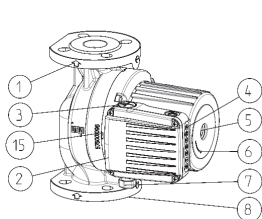
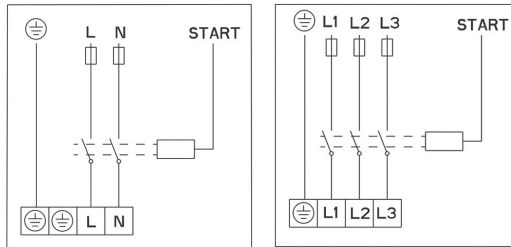

Fig.1
Fig. 3
- Pompa trebuie să fie montată în sistemul de conducte cu axa pompei 1-1 în poziție orizontală (Fig. 3).
- Direcția debitului de apă din pompă trebuie să se potrivească cu direcția indicată de săgeata de pe carcasa pompei (Fig.1-POS.1).
- Flanșele de racord sunt proiectate pentru presiunea nominală NP 6/10 (Fig.1 – POS.8)
- Pompele GHN (basic, auto), GHNM (basic, auto) au o singură carcasă hidraulică (Fig.1 – POS.8).
Carcasa hidraulică a pompei poate fi izolată numai până la fanta dintre motor și carcasa hidraulică. Deschiderile pentru scurgerea condensului trebuie să rămână neacoperite pentru a permite drenarea din carcasa statorului. În mod similar, aceleași deschideri trebuie să fie descoperite și la sistemele de încălzire, când se va efectua numai izolarea termică a carcasei hidraulice (Fig. 1, 2, POS. 15). Carcasa motorului electric, pe care sunt dispuse deschiderile pentru drenarea condensului, nu trebuie să fie izolată în nici un caz!
Cablajul trebuie conectat prin intermediul unei presetupe de cablu M20 (Fig.1 – POS.7).
Conexiunile electrice ale pompei trebuie efectuate în conformitate cu diagrama de conexiuni (Fig. 3) atașată pe spatele capacului motorului. Înainte de a face acest lucru, desfaceți capacul superior (Fig.1 - POS. 2).
La pompele de tip GHN (basic, auto), GHND (basic, auto), GHNMD (basic, auto), GHNMD (basic, auto) rotorul este imersat și dotat cu lagăre speciale gresate cu apă. Înainte de a pune pompa în funcțiune, aceasta trebuie umplută cu apă și dezaerată. Dezaerați pompa prin desfacerea șurubului de la spatele motorului electric (Fig.1-POS.5). Aerul va ieși prin fanta dintre arborii motorului și lagăr. Când apa începe să curgă pe aici, închideți vanele atât la partea de aspirație cât și de refulare a pompei. Porniți pompa și verificați direcția de rotație a axului. În cazul unei direcții de rotație greșite, va începe să clipească un bec cu lumină roșie.
Deconectați pompa de la curent, închideți vanele de pe ambele părți ale pompei (aspirație și refulare), deșurubați șurubul de la orificiul de dezaerare, plasați șurubelnița (Fig.1-POS.5) în canelura arborelui și răsuciți atât cât permite forța de frecare. Apoi înșurubați înapoi șurubul de la orificiul de dezaerare.